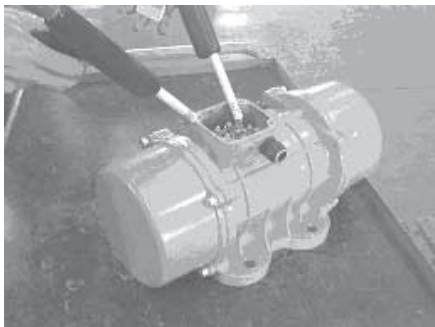

Fig. 1
- Also check the motor isolation, using a “Rigidity Test”, at a voltage of approx. 2 kV for a maximum time of 5 seconds between phases and 10 seconds between phase and earth. (fig.1)
- Außerdem die Isolierung des Motors prüfen, indem man einen „Durchschlagfestigkeitstester“ benutzt, und zwar bei der Spannung von ca. 2 kV für eine Zeit von nicht mehr als 5 Sekunden zwischen den Phasen und von 10 Sekunden zwischen Phase und Masse (Abb. 1).
- Contrôler aussi l'isolation du moteur, en utilisant un « Essai Rigidité », à la tension de 2 KV environ pendant une durée qui ne dépasse pas 5 secondes entre les phases et 10 secondes entre la phase et la masse. (fig.1)
- Controllare inoltre l'isolamento del motore, utilizzando un “Prova Rigidità”, alla tensione di circa 2 KV per un tempo non superiore ai 5 secondi tra fase e fase e 10 secondi tra fase e massa. (fig.1)